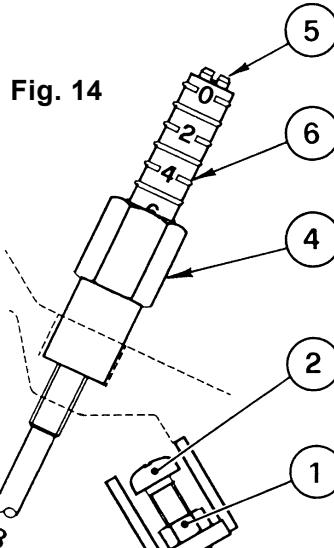

Fig. 14
Desserrer l'écrou (1), tourner la vis (2) jusqu'à ce que l'index (3) atteigne la position désirée et après bloquer l'écrou (1), (voir Fig. 14).
Desserrer l'écrou (4), tourner la vis (5) jusqu'à ce que l'index (6) atteigne la position désirée et après bloquer l'écrou (4), (voir Fig. 14).